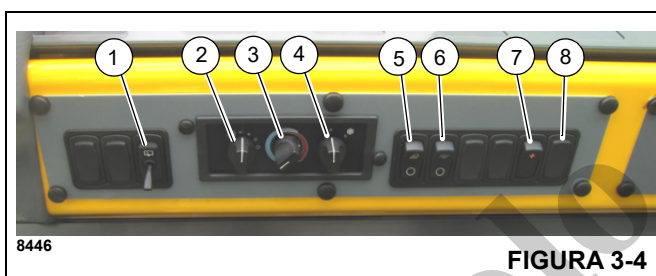

FIGURA 3-4
El limpiacristal de la ventana del techo (2) (Figura 3-3) se controla por medio del interruptor del limpiacristal de la ventana del techo (4) (Figura 3-4), y su funcionamiento es controlado por el motor del limpiacristal.
El limpiacristal eléctrico se usa para quitar la humedad de la ventana en el techo. El limpiacristal de la ventana del techo es controlado por el interruptor del limpiacristal (1) (Figura 3-4). Este interruptor tiene 6 posiciones, incluido el ajuste de intermitente.
El interruptor de velocidad del ventilador del calefactor/acondicionador de aire (2) (Figura 3-4) controla la velocidad del ventilador de la cabina y el volumen de salida de aire caliente o frío. Los ajustes son apagado, velocidad baja, velocidad mediana y velocidad alta.
El interruptor de control del calefactor (3) (Figura 3-4) controla la temperatura de calefacción. Gire el interruptor hacia la derecha (sentido horario) para abrir la válvula para la calefacción. (El calor proviene del fluido calentado que circula por el serpentín del calefactor.) Gire el interruptor hacia la izquierda (sentido contrahorario) para cerrar la válvula, disminuir la circulación del fluido y reducir el calor.
El interruptor del acondicionador de aire (4) (Figura 3-4) controla el sistema de acondicionamiento de aire opcional. Los ajustes son apagado (O) y encendido (I).
El interruptor de luces de trabajo (5) (Figura 3-4) controla las luces de trabajo montadas en la parte delantera inferior de la cabina de la superestructura. Presione la parte superior del interruptor para encender las luces de trabajo. Presione la parte inferior del interruptor para apagar las luces de trabajo.
El interruptor de alimentación de funciones de grúa (7) (Figura 3-4) se encuentra en el tablero de control superior. Este interruptor de regreso automático permite al operador activar todas las funciones de la grúa a la vez o desconectar la energía eléctrica de las funciones de la grúa controladas por los controladores remotos en los apoyabrazos. Al pulsarlo, se activan todas las funciones de la grúa. Al pulsarlo una segunda vez, se desactivan todas las funciones de la grúa. Desactive todas las funciones de la grúa para impedir el accionamiento inesperado de las funciones si se tocan los controladores durante el transporte o cualquier otra operación.
El interruptor del DPF (filtro de partículas diésel) del motor (8) (Figura 3-4) se encuentra en el lado derecho del tablero de control superior. Es un interruptor de tres posiciones: inhibir limpieza, permitir limpieza activa e iniciar limpieza manual. La posición central permite que la limpieza ocurra
El indicador de limpieza del sistema de escape (25) se encuentra en la pantalla del CCS (Figura 3-14). Cuando el interruptor de limpieza (8) (Figura 3-4) está en la posición de limpieza de sistema de escape, este indicador ámbar se ilumina y se inhabilita el proceso de limpieza activa y manual del sistema de escape.